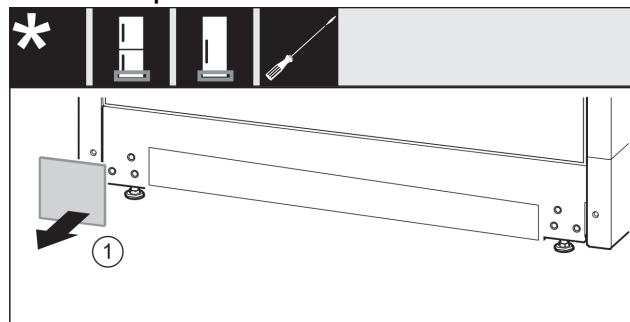

Fig. 11
- Retirar la cubierta. Fig. 11 (1)